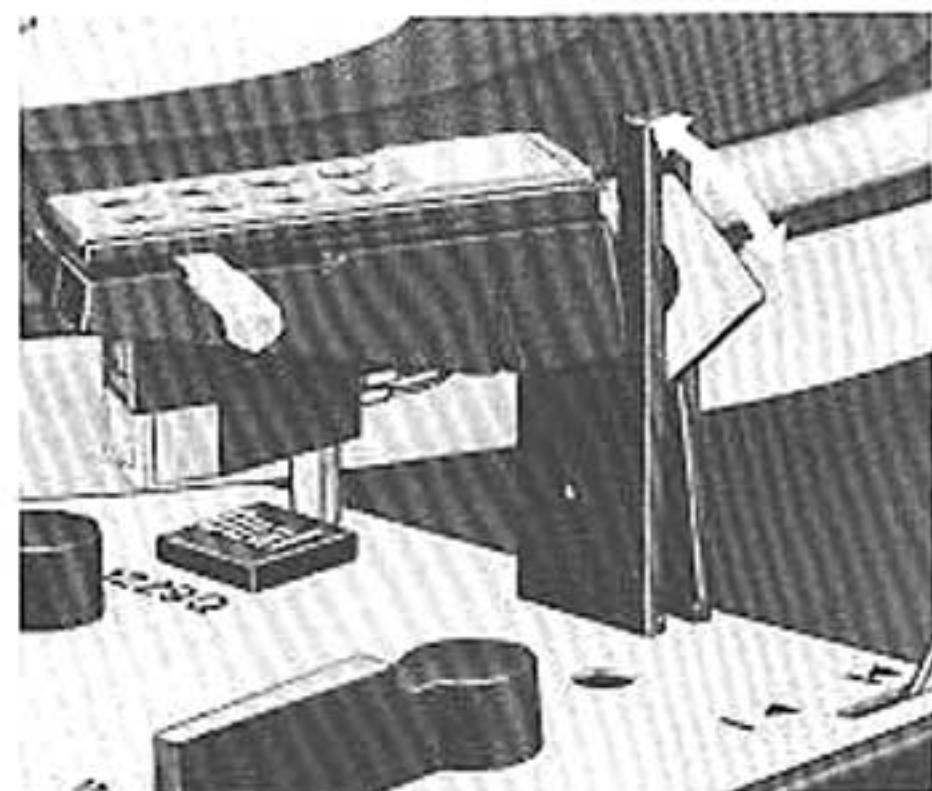

Fig. 7
Dann wählen Sie die erforderliche Plattenteller-Drehzahl ①, stellen die Drehtaste ⑳ auf den Schallplattendurchmesser (17, 25 oder 30 cm, bzw. 7, 10 oder 12) ein und entriegeln den Tonarm (Fig. 7).
**Bemerkung:** Nach dem Spielen der Schallplatte oder der letzten Platte eines Stapels erfolgt die Rückführung des Tonarmes und das Abschalten automatisch. Es empfiehlt sich, nach Spielende den Tonarm zu verriegeln (Fig. 7).